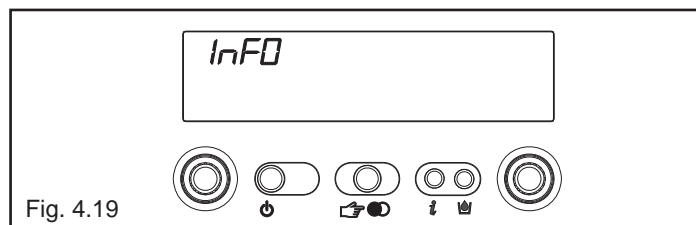

Fig. 4.19
Premendo il tasto  il display si spegne e appare solo la scritta InFO (fig. 4.19).
**Info 0** visualizza la scritta InFO (fig. 4.19)